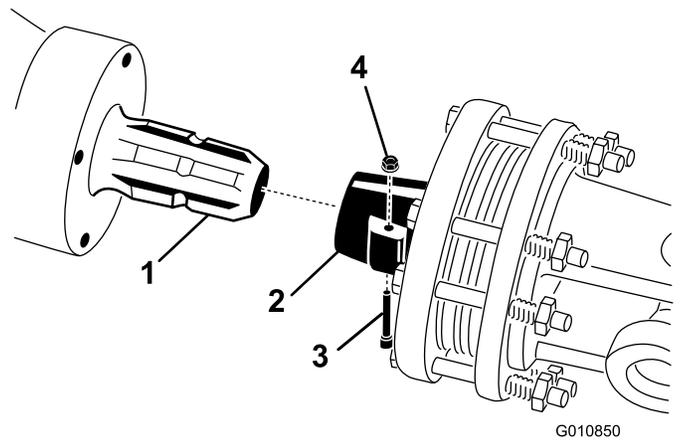

図 17
1. PTO シャフトからピンとナットを外す (図 17)。
2. いま取り外したピンとナットを使って、PTO シャフトのクラッチ側の端部を、エアレータのギア・ボックスの入力シャフトに接続する (図 17)。ピンは一方方向にしか差し込めない構造である。